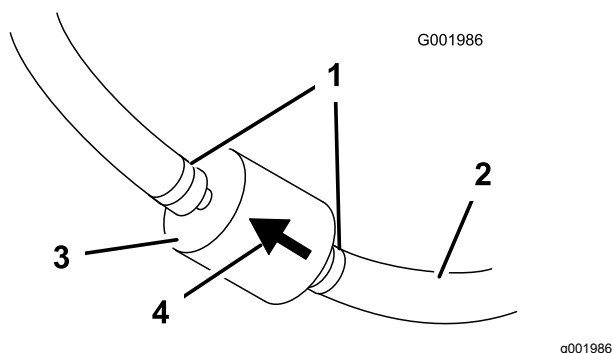

Рисунок 41
5. Сожмите концы шланговых хомутов и сдвиньте их с фильтра (Рисунок 41).